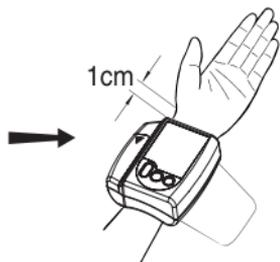

Figure 6b
4. Placez le bord du manchon à 1 centimètre du bout de la paume (Figure 6b).